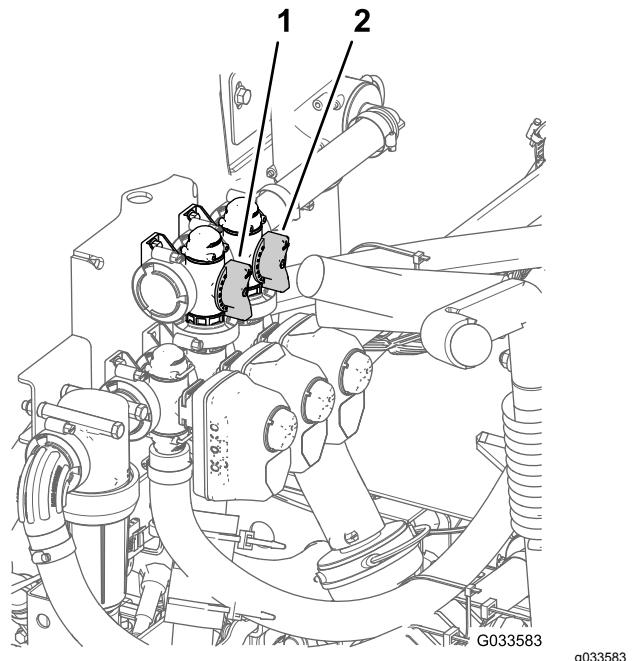

Figure 89
11. Réglez la vanne de dérivation (Figure 89) à l'arrière de la vanne d'agitation jusqu'à ce que la pression indiquée soit 6,9 bar.
8. Déplacez la poignée de dérivation générale des rampes de manière à réguler l'agitation à l'intérieur de la cuve (Figure 89).